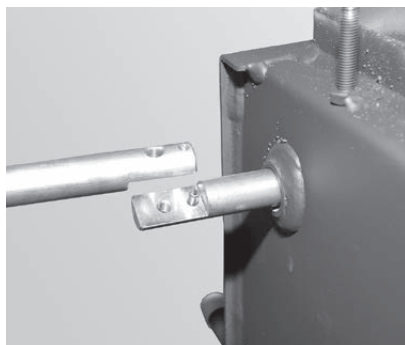
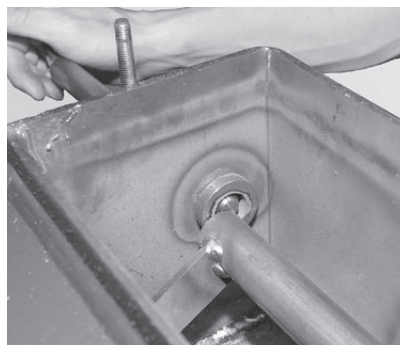

Fig. 38 Assembler les deux parties de l'arbre
Fig. 39 Insérer l'arbre dans l'axe de la tringlerie
- ▶ Assembler les deux parties de l'arbre (Fig. 38) et pousser l'arbre avec le côté pointu dans l'axe de la tringlerie – Fig. 39.